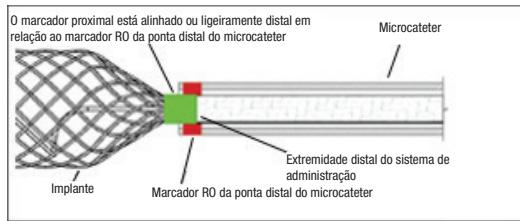

Figura 6 – Posição das tiras marcadoras para separação
- Sob orientação fluoroscópica, avance lentamente o implante para fora da ponta do cateter. Continue a avançar o implante para o local pretendido até o marcador radiopaco proximal do implante ficar alinhado ou ligeiramente distal em relação ao marcador RO da ponta distal do cateter, posicionando a zona de separação imediatamente fora da ponta do cateter. Consulte a Figura 6. Reposite o necessário. Se o tamanho do implante não for adequado, retire e substitua por outro dispositivo. Caso se observe o movimento indesejado do implante sob fluoroscopia após a colocação e antes da separação, retire o implante e substitua por outro de tamanho mais adequado. O movimento do implante pode indicar que este pode migrar assim que for separado. **NÃO rode o sistema de administração durante ou após a administração do implante na vasculatura. A rotação do sistema de administração pode resultar em danos no implante ou na separação prematura deste em relação ao sistema de administração, o que poderá resultar na migração do implante. A avaliação**